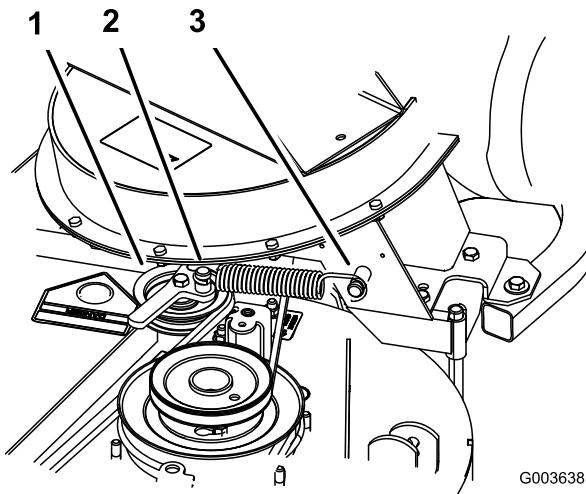

Figura 40
6. Instale el muelle según se muestra en Figura 40.